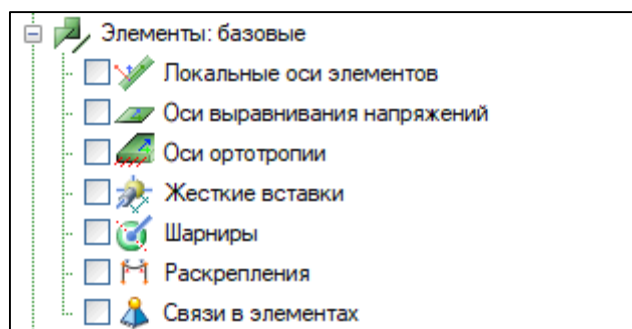

Рис. 2.190
- **Элементы: базовые** (рис. 2.190);